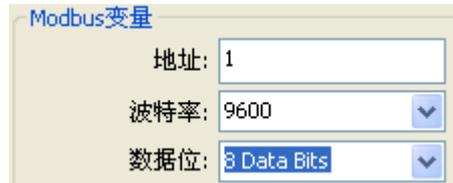

图 5.46 Modbus 数据位选择
1. 选择“详细设计”->“Modbus 变量”->“数据位”对应的下拉框中，选择支持的数据位数，7 位或者 8 位，如图 5.46 所示：